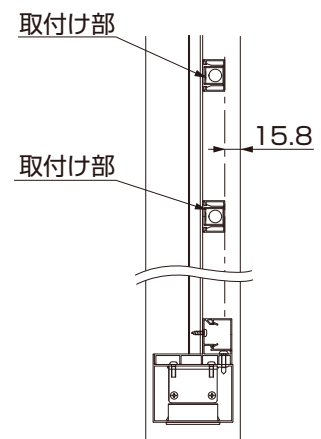

図5-10
- 家側からの横棧の位置を合わせて取付けてください。(図5-10参照)